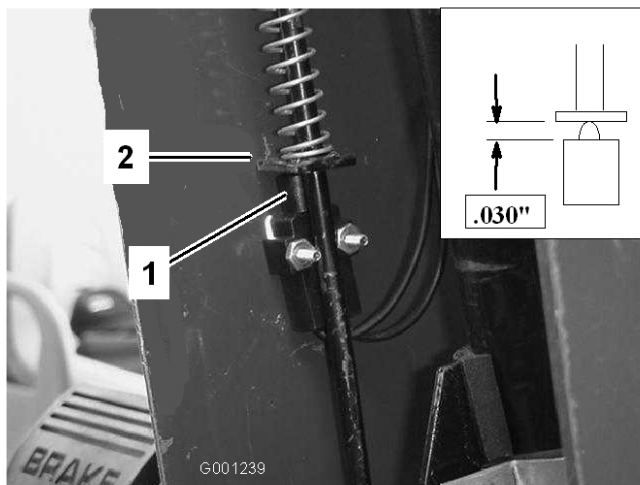

Bild 60
3. Schieben Sie die Abdeckung auf der Lenkwelle nach oben, um den Schalter der Feststellbremse freizulegen (Bild 60).
5. Richten Sie die Schaufel der Feststellbremsstange mit dem Schalterkolben aus (Bild 60)
6. Drücken Sie die Feststellbremsstange nach unten und den Schalter nach oben, bis die komprimierte Länge des Schalterkolbens 0,8 mm beträgt (Bild 60, Einsatz) . Dies